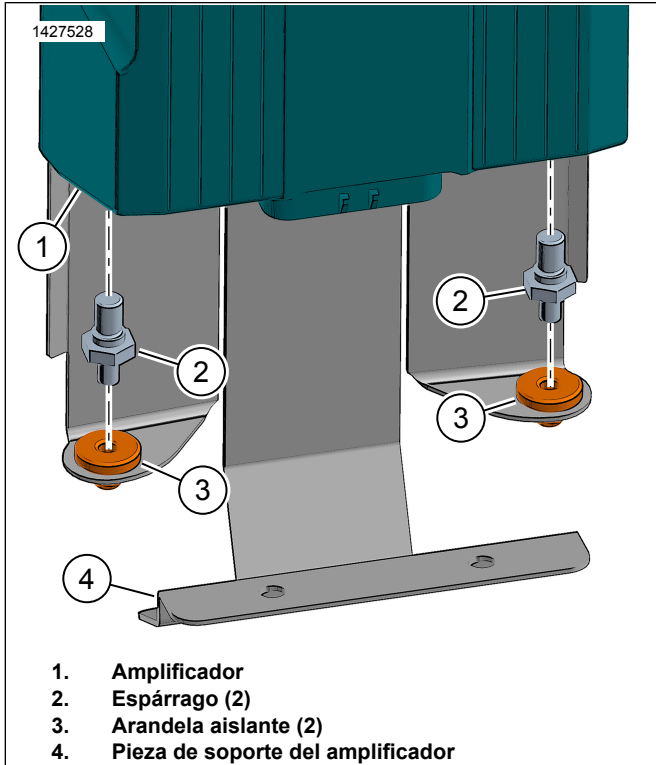

Figura 12. Perno macho del amplificador
4. Figura 12 Instale la arandela aislante (3) en la pieza de soporte de montaje del amplificador (4).
5. Instale el espárrago (2) en el amplificador (1). Apretar.